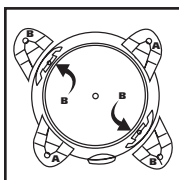

FIGURE 5
4. Prenez le porte-roulette identifié par la lettre **B** et insérez-le dans les rainures avant-droite et arrière-gauche du réservoir, également identifiées par la lettre **B**. **FIGURE 5.**